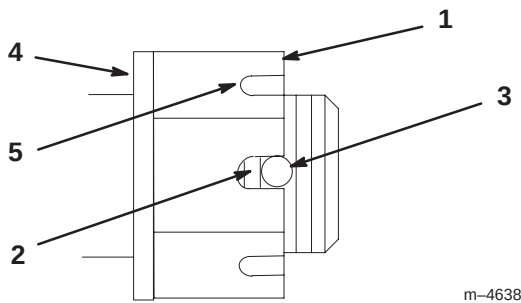

Figure 50
3. Serrez le boulon crénelé à 169,5 Nm (Fig. 50).
4. Mesurez l'espace entre la base de la fente de l'écrou et le bord intérieur du trou. On ne doit pas voir plus de deux filets (Fig. 50).
5. Si plus de deux filets sont visibles, enlevez l'écrou et placez une rondelle entre le moyeu et l'écrou (Fig. 50).
6. Serrez le boulon crénelé à 169,5 Nm (Fig. 50).
7. Serrez l'écrou jusqu'à ce que le jeu de fentes suivant soit en face du trou de l'axe (Fig. 50).